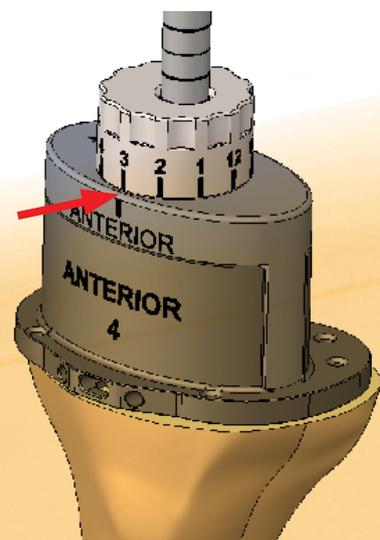

Fig. 6
Inserte la última broca rígida utilizada en el canal medular de la tibia. Introduzca el guía de lateralización tibial en el cajón de guía de raspa tibial y coloque el montaje en el corte tibial. Coloque el regulador encima de la broca rígida y ajústelo hasta conseguir una cobertura correcta de la tibia. Tome nota del grado de lateralización y de la posición que se han definido (Fig. 6).
*La lateralización tibial se determina desde anterior (Fig. 6).*